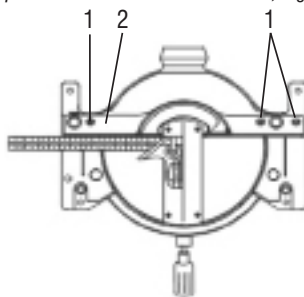

Fig. 13 - Regulación de la escuadra
- 4 - Con auxilio de una escuadra de 90°, verifique si la lámina está en escuadra, Fig. 13;
- 5 - Si la máquina no está en escuadra, suelte los pernos de la escuadra (1), Fig. 13 y deslice hasta obtener 90° entre la escuadra y la lámina.